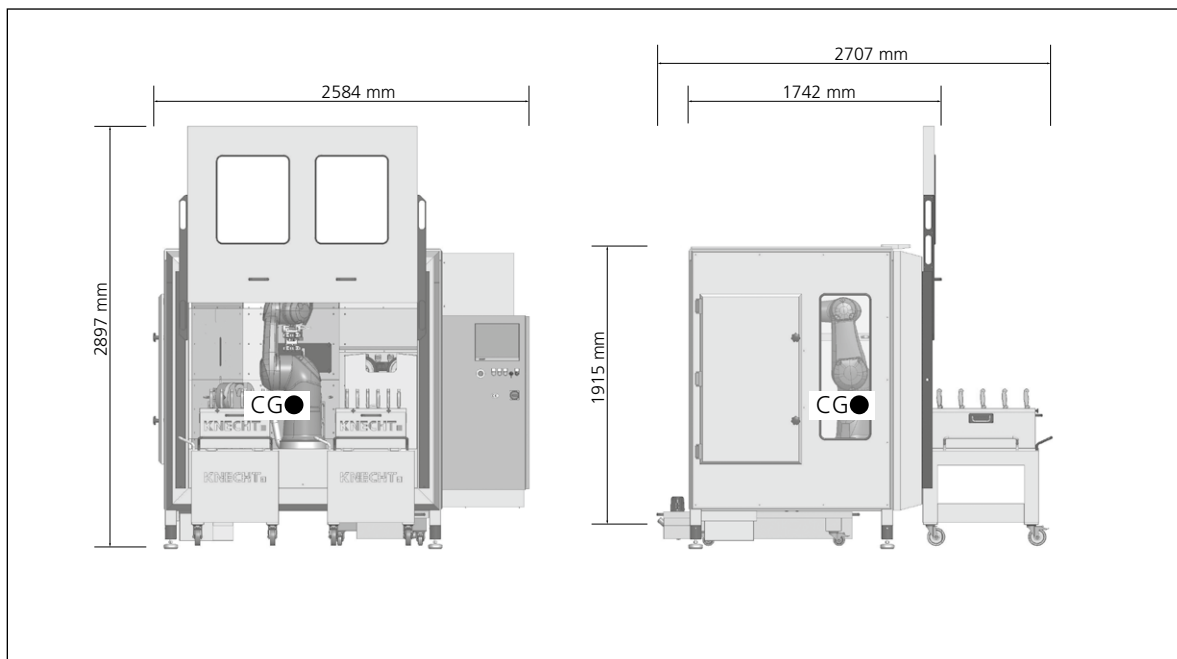

Imagen 3-1 Dimensiones en mm
Durante el transporte, debe tenerse en cuenta el centro de gravedad de la máquina. En la imagen 3-1 se muestra el centro de gravedad (CG).